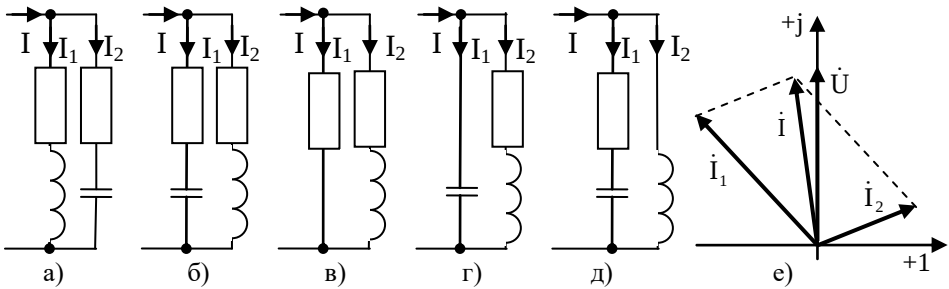

Рис.8
1. На рис. 8, с дана векторная диаграмма, выбрать схему, соответствующую заданной векторной диаграмме.